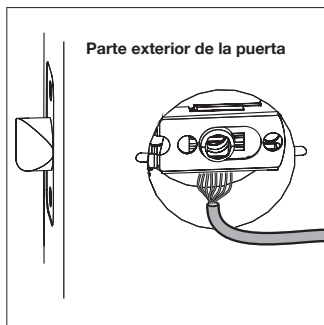
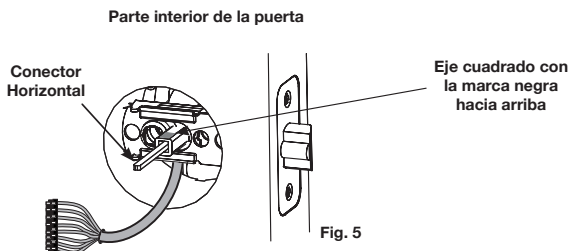

Fig. 4
Fig. 5
3. Desde la parte de afuera de la puerta, coloque el escudo exterior pasando el cable conector por debajo del pestillo a través de un orificio en la puerta de 2-1/8" de diámetro. (Fig. 4 y 5); el pestillo debe estar centrado en el orificio de la puerta (Fig. 5).